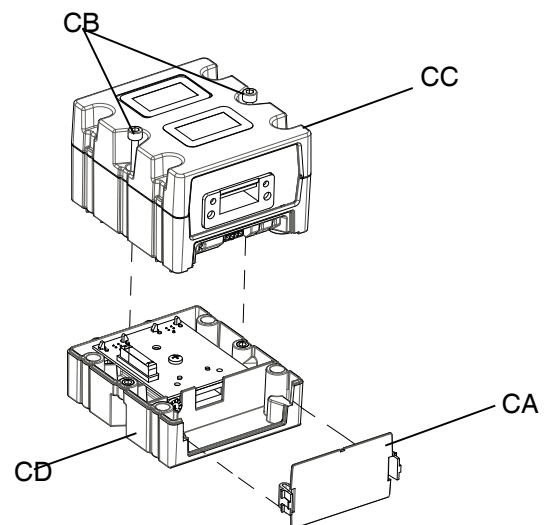

ABB. 38: Demontage des CGM
5. Die Abdeckung vom CGM (CA) abnehmen. Die beiden Schrauben (CB) lösen und das CGM (CC) vom Sockel (CD) lösen, wie dargestellt in ABB. 38.